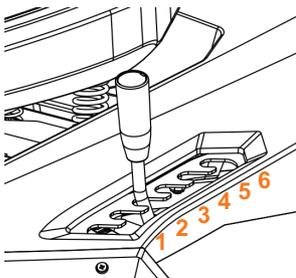

Рис. 17
3. Отрегулируйте скорость и высоту скашивания в соответствии с условиями газона (высота травы, плотность и влажность). Высота скашивания регулируется от 30 до 75 мм и имеет 6 положений от 1 до 6 (Рис. 17).